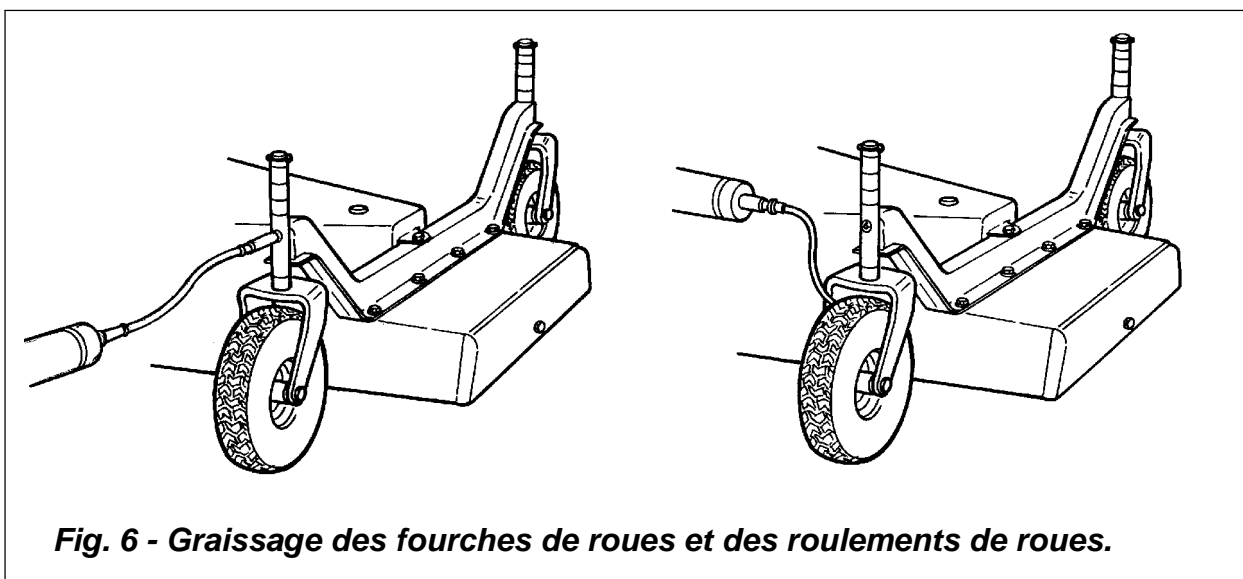

Fig. 6 - Graissage des fourches de roues et des roulements de roues.
1. **graisser l'arbre à cardan, les fourches des roues et les roues.** Pour le cardan, deux à trois coups de graisseur par croisillon sont suffisants ainsi que pour les arbres télescopiques; procéder de la même façon pour les fourches des roues et les roues (**voir fig. 6**). En ce qui concerne le cardan, suivre les instructions contenues dans le manuel d'utilisation et d'entretien du constructeur de cardan.